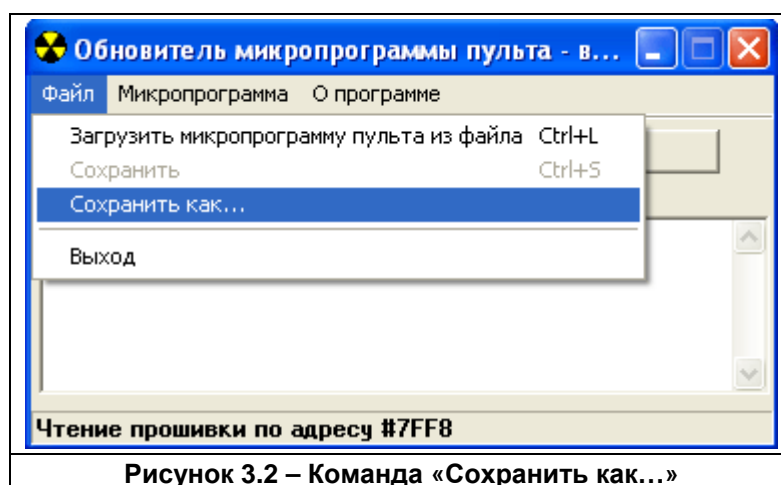

**Рисунок 3.1 – Команда «Считать из пульта в память компьютера»**
Для продолжения работы нажмите кнопку **Да**, программа откроет диалоговое окно «Обновитель программы пульта – версия 1» (см. рисунок 3.1). Дальнейшие действия по перепрограммированию прибора «А-20» с первой версией протокола описаны в разделе 3.
3.1 В открывшемся диалоговом окне программы «Обновитель микропрограммы пульта – версия 1» из меню программы щелчком мыши введите команду для создания резервной копии текущей версии микропрограммы прибора «А-20» (см. рисунок 3.1):